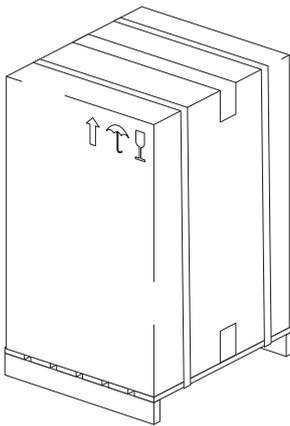

fig. 4
- El distribuidor viene dentro de un embalaje de cartón y sobre una plataforma de madera (ver fig. 4).